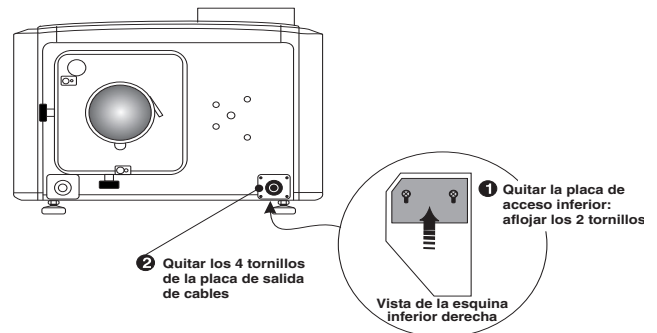

Figura 2-10 Pasos para conectar la corriente alterna al bloque de terminales
1. Hay una pequeña placa de acceso para electricidad en la esquina inferior derecha de la placa frontal del proyector. Suelte los dos tornillos y deslice la placa hacia afuera para exponer el bloque de terminales. Consulte la **Figura 2-10**.